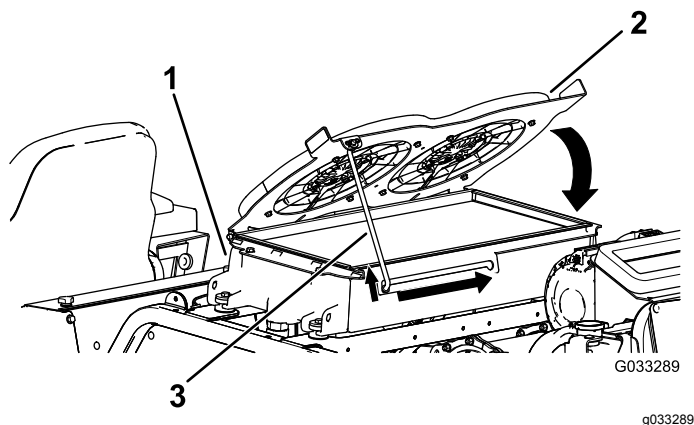

Figura 110
4. Ruotate le ventole di raffreddamento idraulico verso il basso e bloccate l'asta di sostegno nella tacca (Figura 110).